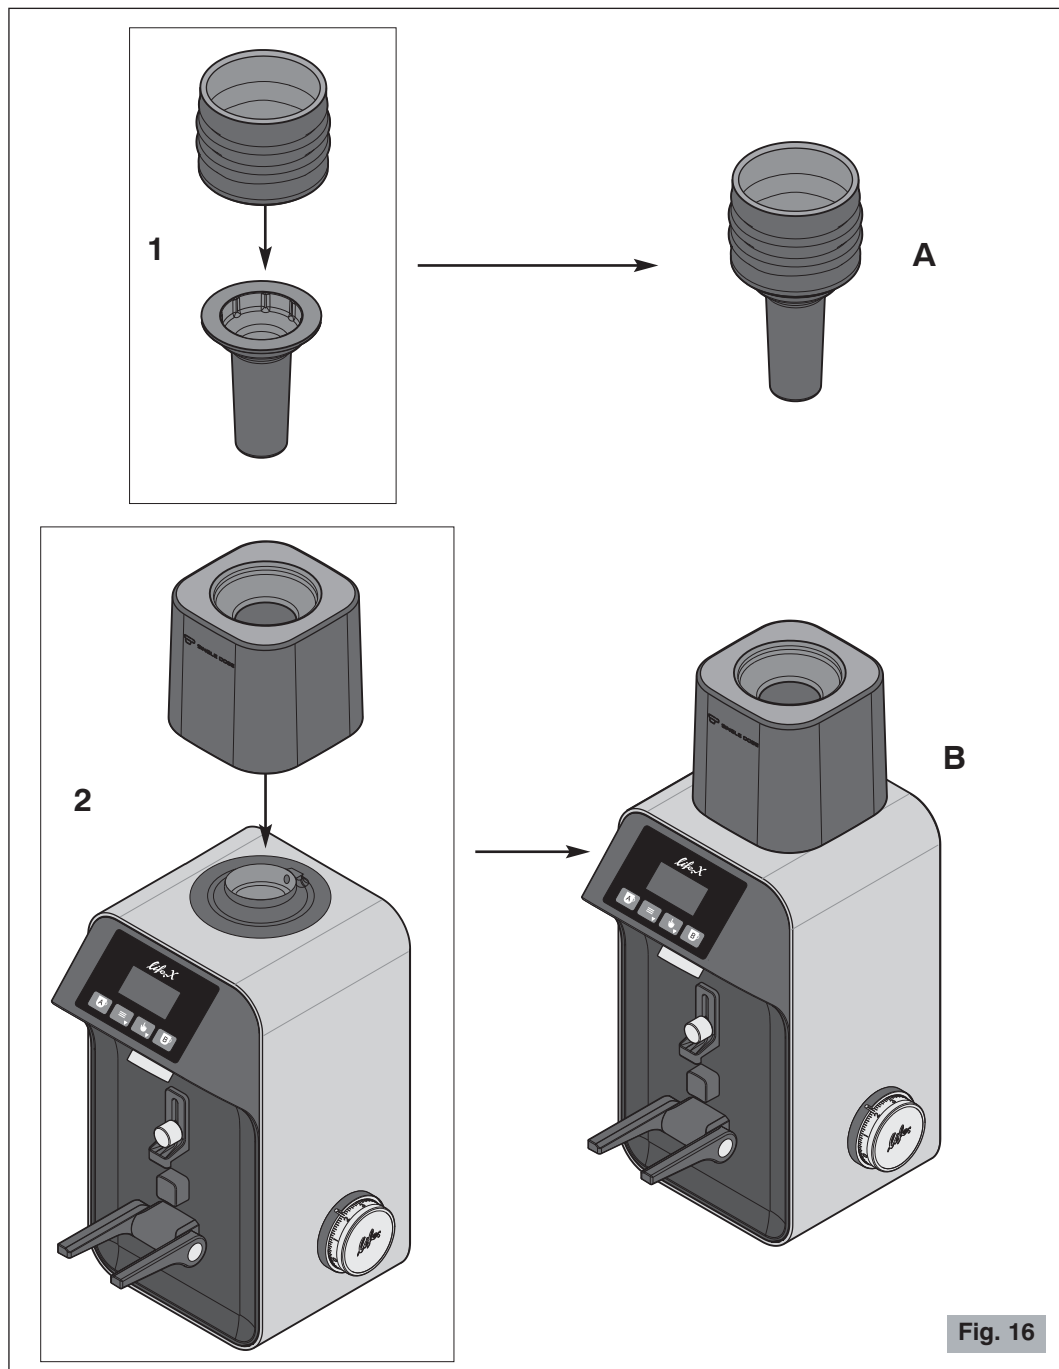
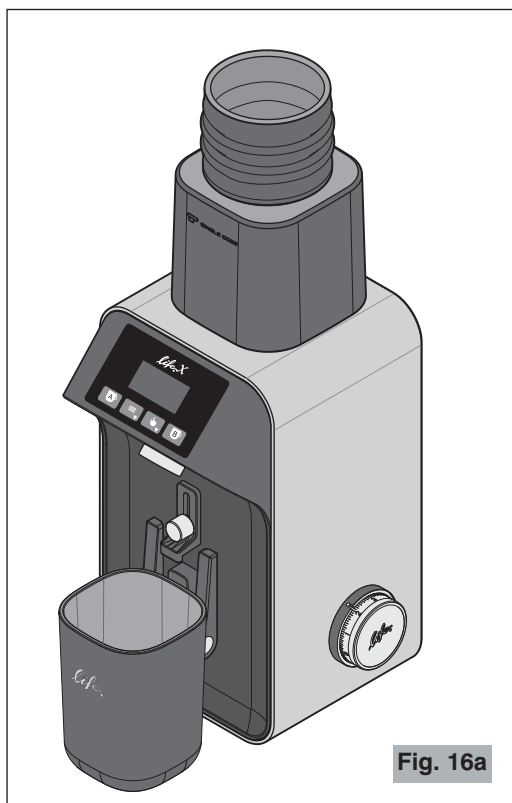

Fig. 16
Fig. 16a
5. Inserire il soffietto nello spingigrani (punto 1 della Fig. 16).
6. Posizionare nella sua sede il supporto del kit (punto 2 della Fig. 16).
- 4 Inserire l'insieme soffietto-spingigrani (A Fig. 16) nell'imbocco del supporto lasciandolo appoggiare sui grani di caffè (Fig. 16a).
- 5 Posizionare il contenitore in dotazione (15 Fig. 3) o qualsiasi altro contenitore sopra la forcella (2 Fig. 1) oppure sulla superficie di appoggio dell'apparecchio (dopo aver messo la forcella in posizione verticale - vedere Fig. 16a).
**Non operare mai senza la campana fissata dall'apposita vite (6a, Dettaglio A Fig. 3) oppure senza aver posizionato il supporto del kit singola dose (punto 2 Fig. 16).**